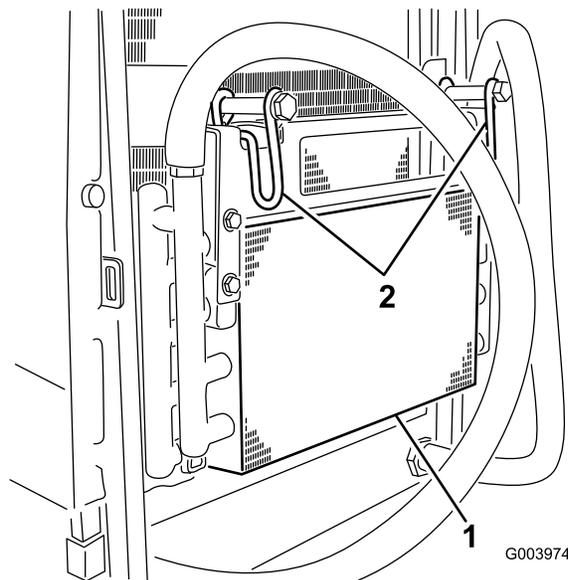

Bild 72
5. Drehen Sie die Riegel nach innen, um den Ölkühler zu lösen (Bild 72).